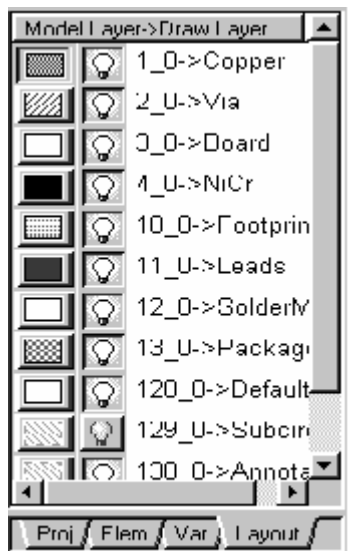

Рис. 2.35
4. Щёлкните левой кнопкой мышки по квадрату **0->Copper** (Медь) в нижней части окна менеджера, чтобы назначить медь для активного слоя, как показано на рис. 2.35 (не щёлкайте по лампочке, т.к. такой щелчок определяет слой для показа или скрытия).